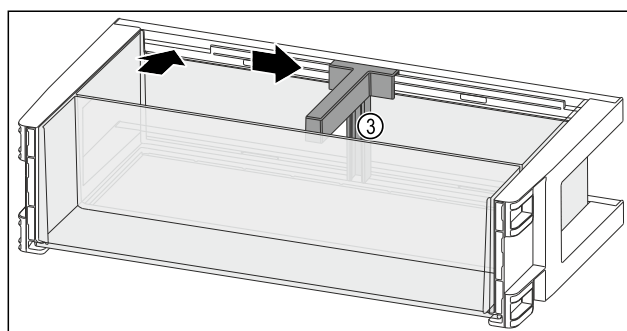

Fig. 127
- Włożyć uchwyt butelek Fig. 127 (3) do zagłębienia.
- Przesunąć uchwyt butelek Fig. 127 (3) na wybraną pozycję na bok.